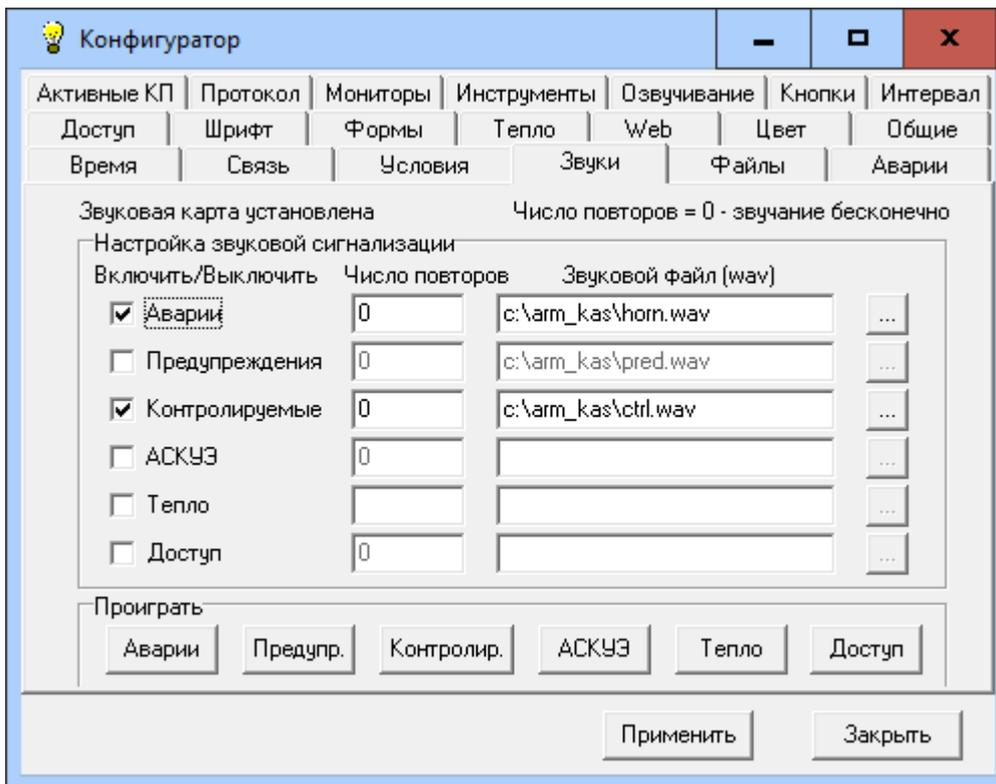

Рис.3.6. Окно конфигурации АРМ ТМ. Закладка “Звуки”.
3.4.4. Закладка “Звуки” имеет вид, показанный на рис.3.6.